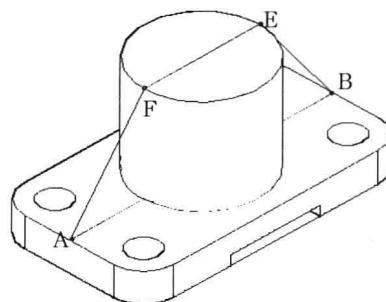
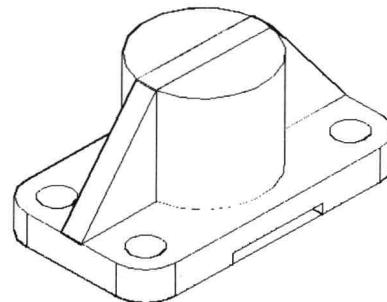

图 9-6-6
图 9-6-7
(10) 选择菜单命令“绘图/三维多段线”，捕捉并单击中点A，再捕捉并单击中点B，捕捉并单击圆的象限点E，捕捉并单击象限点F，再捕捉并单击点A，按Enter键，创建一条三维多段线，如图9-6-6所示。
(11) 选择菜单命令“绘图/建模/拉伸”，选择多线段，按Enter键。输入拉伸高度“24”，按Enter键，创建了拉伸的梯形三维实体。
(12) 单击“移动”按钮 $\downarrow\downarrow$ ，单击拉伸的梯形实体，按Enter键，单击拉伸实体的厚度边中点作为基点，捕捉并单击底座边线的中点，移动至中间位置，如图9-6-7所示。
(13) 选择菜单命令“绘图/建模/圆柱体”，捕捉并单击圆柱体顶端圆心，输入半径“26”，按Enter键；输入圆柱体高度值“-156”，按Enter键，创建一个圆柱体。